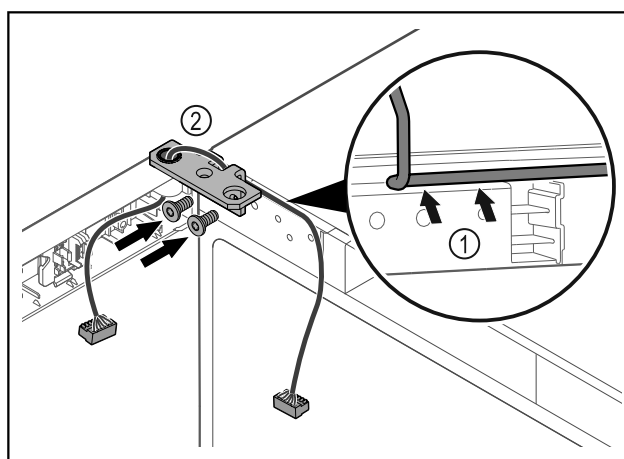

Fig. 62
- Sæt kablet gennem hængselvinklens udsparring, og træk det forsigtigt Fig. 62 (1).
- ▶ Skru hængselvinklen Fig. 62 (2) på.